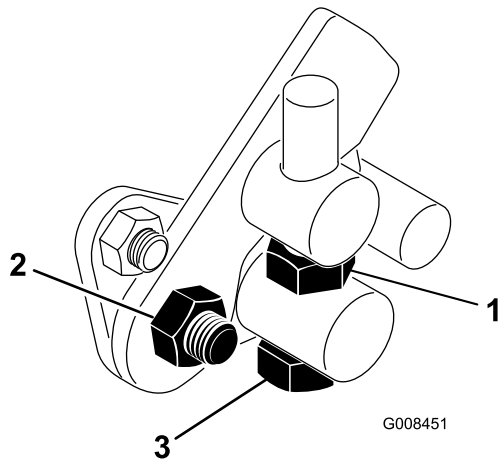

Figura 44
1. Allentate il controdado sul bullone di articolazione (Figura 44).
4. Serrate il controdado sul bullone di articolazione e il dado sul perno del pedale per fissare la regolazione (Figura 44). Controllate la messa a punto, e all'occorrenza ripetete la regolazione.
1. Rimuovete la griglia del radiatore (Figura 44).